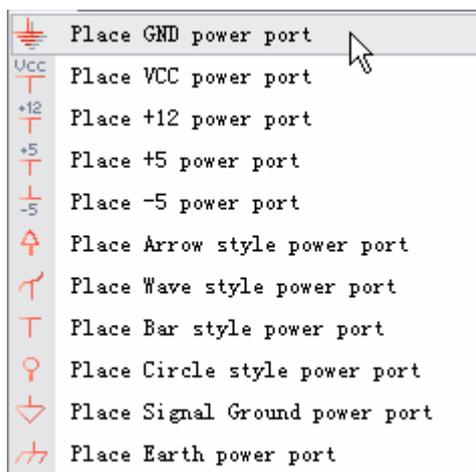

图 3-78 各式各样的电源端口
- Bar: 条形端口，通常用来放置电源供电接口，所以在图 3-78 还提供了不同的电压等级供选择